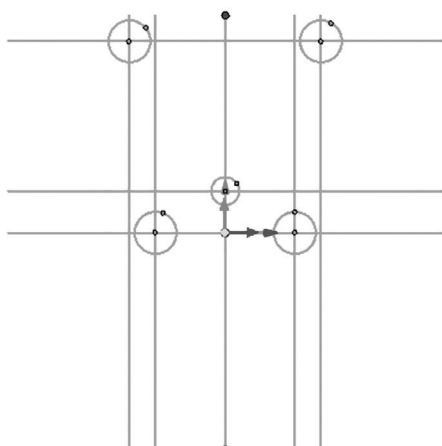
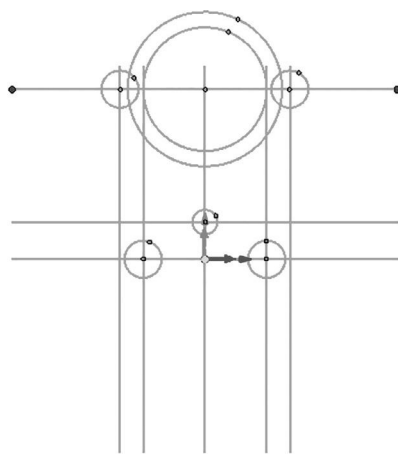

图 1-2-7 偏移辅助线 4
图 1-2-8 偏移辅助线 5
(6) 单击“圆”→“当前命令：圆心+半径”按钮，输入圆半径 6，按图 1-2-7 所示分别绘制圆形；再次单击“圆”→“当前命令：圆心+半径”按钮，分别输入圆半径 40 和 55，参考图 1-2-8 所示绘制圆形。